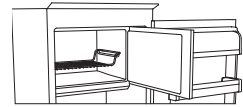
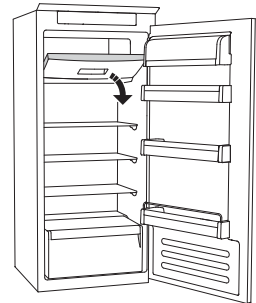

图1
图2
- 如有搁架，将食物置于搁架上（图1），或直接放于冷冻室的底部（图2）
- 将食物放于 ******* 冷冻室中部，勿使其接触已经冷冻的食物，保持大约20毫米的距离（图1和图2）。
“止霜系统” (依型号而定) 有助于冷冻室的除霜。“止霜”配件 (图1) 用于收集冷冻室内形成的一部分霜, 可轻松取出和清洁, 因此减少了为冷冻室内除霜所需的时间。
- 打开冷冻室的门, 取出上部的抽屉 (图2)。